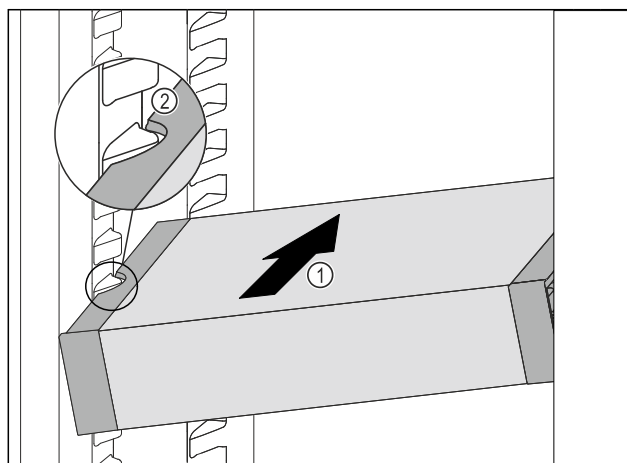

Fig. 119
- ▶ Zasuňte VarioSafe do chladničky pod úhlem tak Fig. 119 (1), aby vybrání na bocích Fig. 119 (2) VarioSafe byla na úrovni žebrování na nádoby v chladničce.